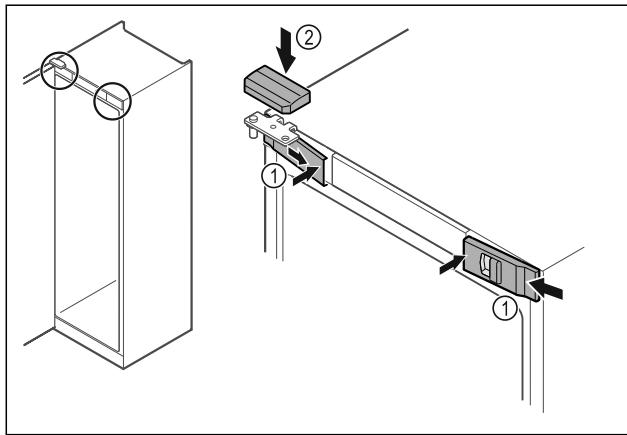

Fig. 46
- Vordere Abdeckungen Fig. 46 (1) seitlich einhaken und innen aufrasten.
- Obere Abdeckung Fig. 46 (2) von oben aufrasten.